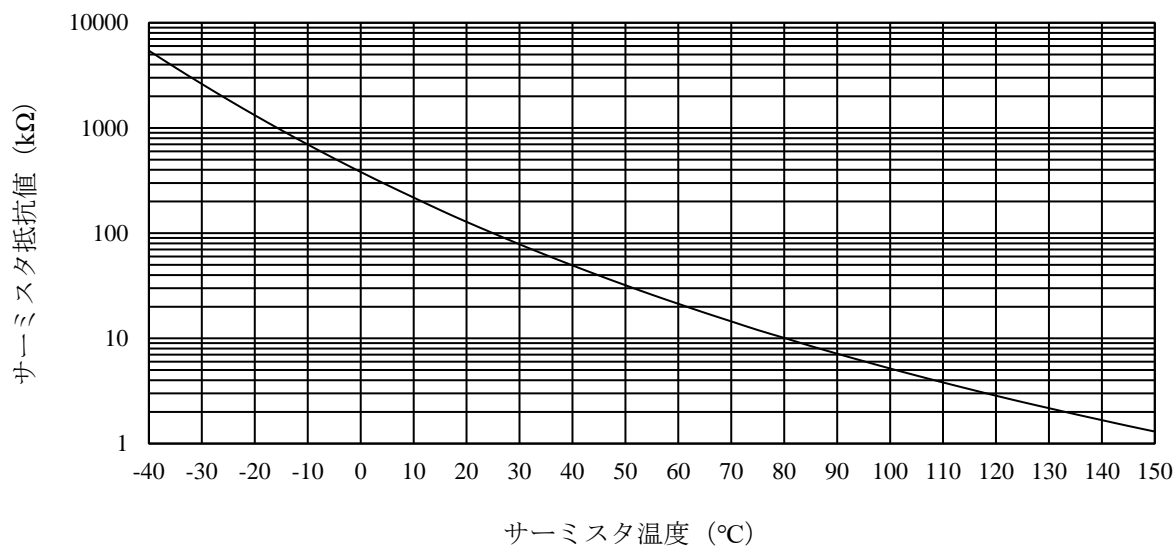

図 5-3 サーミスタ抵抗値 (参考)
(2) サーミスタの参考抵抗値は図 5-3、表 5-1 参照